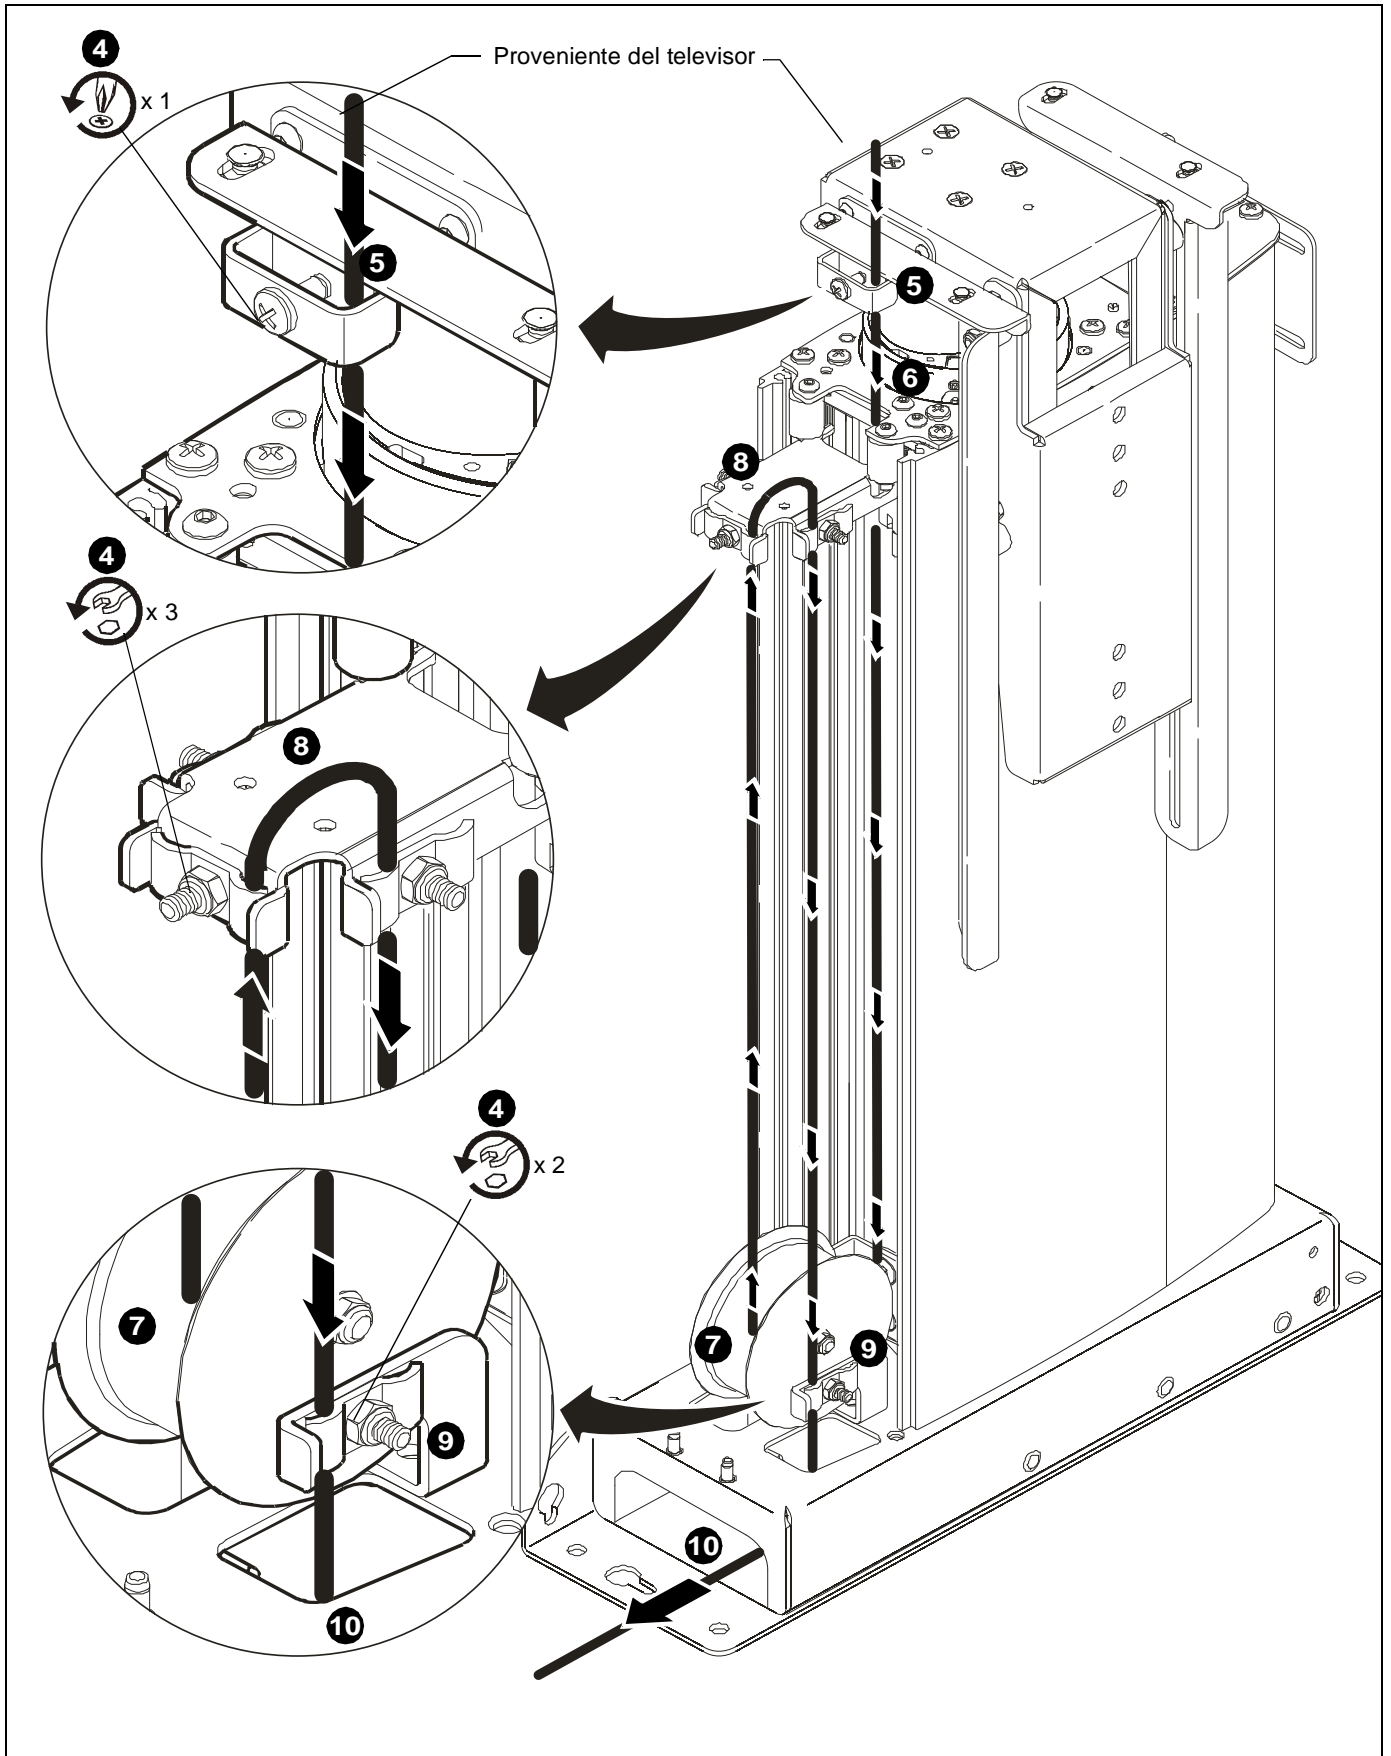
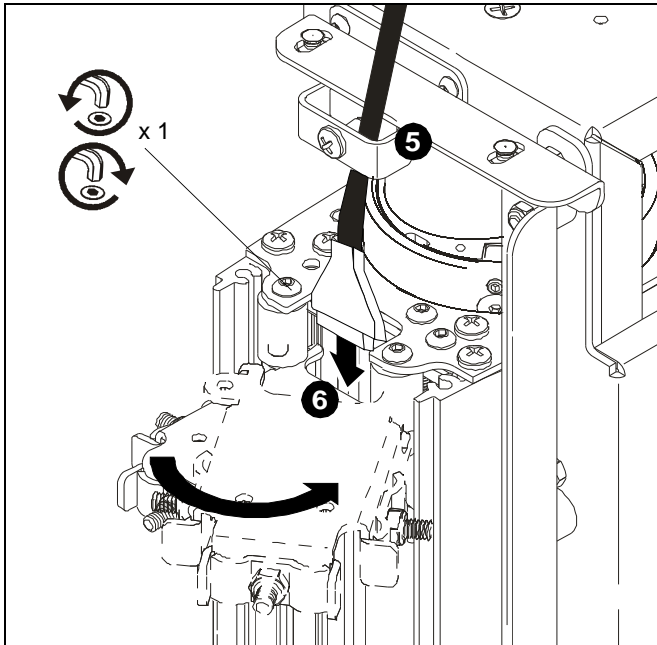

Figura 10
Figura 11
4. Afloje los seis sujetadores de cables. (Consulte la Figura 10).
5. Pase los cables hacia abajo a través del sujetador superior. (Consulte la Figura 10 y la Figura 11).
6. Pase los cables por la abertura ubicada en la parte posterior del soporte de sujeción, que constituye el sujetador de cable medio. (Consulte la Figura 10 y la Figura 11).
**PRECAUCIÓN:** Los tornillos extraídos DEBEN colocarse y ajustarse bien antes de continuar con el tendido de los cables. (Consulte la Figura 11).
7. Pase los cables por debajo de la polea y luego, hacia arriba, a través del sujetador frontal ubicado en el soporte de sujeción que constituye el sujetador medio. (Consulte la Figura 10).
8. Forme un bucle y pase los cables a través del sujetador lateral ubicado en el soporte de sujeción que constituye el sujetador medio. (Consulte la Figura 10).
**PRECAUCIÓN:** El bucle no debe sobresalir más de 25 mm (1 pulgada) por sobre el soporte de sujeción. (Consulte la Figura 10).
9. Pase los cables hacia abajo a través del sujetador inferior. (Consulte la Figura 10).
10. Pase los cables a través de la abertura de acceso para cables ubicada en la parte superior de la base y luego por la abertura lateral de la base. (Consulte la Figura 10).
12. Comenzando por el sujetador de cables superior y avanzando hacia abajo, tense los cables y ajuste los sujetadores restantes. (Consulte la Figura 10).